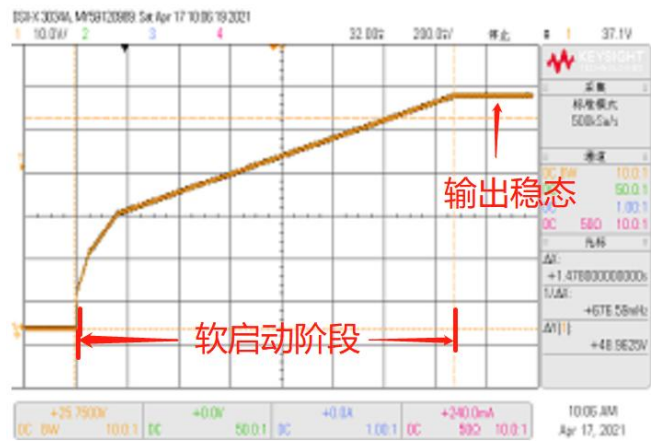

图 6-1
1)、模块在软启动过程中不能直接带载，必须是模块输出电压建立完成后带载(输出稳态)，可通过模块状态标志位来判断：（见表 6-1、图 6-1）